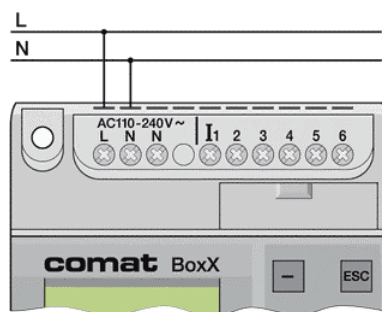

Fig. 2.5 Betriebsspannung AC
3. Anschluss der Betriebsspannung gem. Fig. 2.5 für AC Typen und Fig. 2.6 DC Typen.